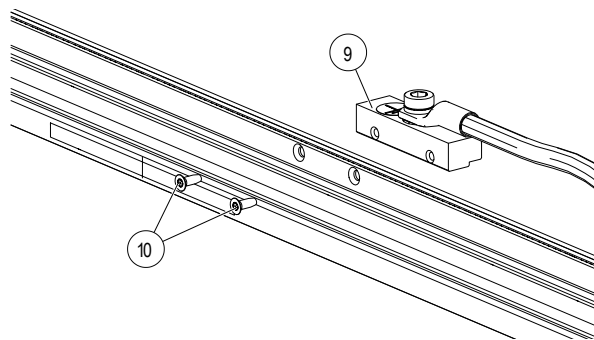

Abb. 95: Alle 2 gewindefurchende Schrauben anziehen
- Alle 2 gewindefurchenden Schrauben (W5154-K30X8-ES) (10) mit einem Drehmoment-Abschalterschrauber (z.B. TorqBee, Anziehdrehmoment: 2 Nm) anziehen (siehe Abb. 95).